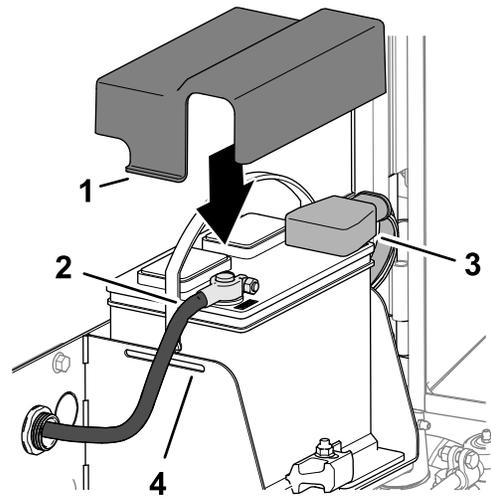

图 97
1. 将正极电池接线红色安装到正极 (+) 电池接线柱上 图 97。